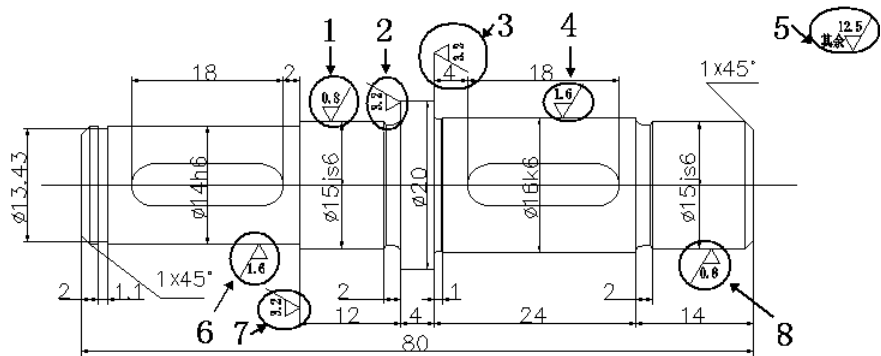

图 10
1) 粗糙度的标注: 对轴的各个表面做粗糙度要求, 其中 1、8 标记粗糙度为 0.8, 4、6 标记粗糙度为, 2、3、7 标记粗糙度为, 结果如图 10。